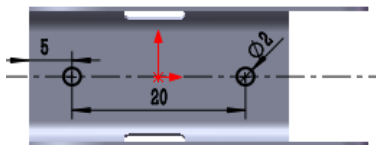

图 12.3.26 横断面草图
② 定义横断面草图。在草图环境中绘制图 12.3.26 所示的横断面草图。
(3) 定义切除深度属性。在“切除一拉伸”对话框 **方向1** 区域的 下拉列表中选择 **给定深度** 选项，选中 ☒ **与厚度相等(L)** 复选框。其他选择默认设置值。
(4) 单击 按钮，完成切除一拉伸 3 的创建。